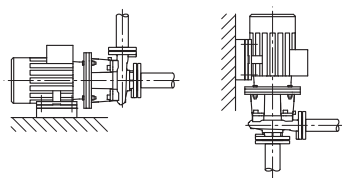

Fig. 41: Vyhotovenie BL
- Blokové čerpadlá konštrukčného radu BL sa musia umiestniť na dostatočné základy, príp. konzoly (Fig. 41). V prípade čerpadiel typu BL musí byť výkon motora od 18,5 kW podporovaný, pozri príklady inštalácie BL (Fig. 42).